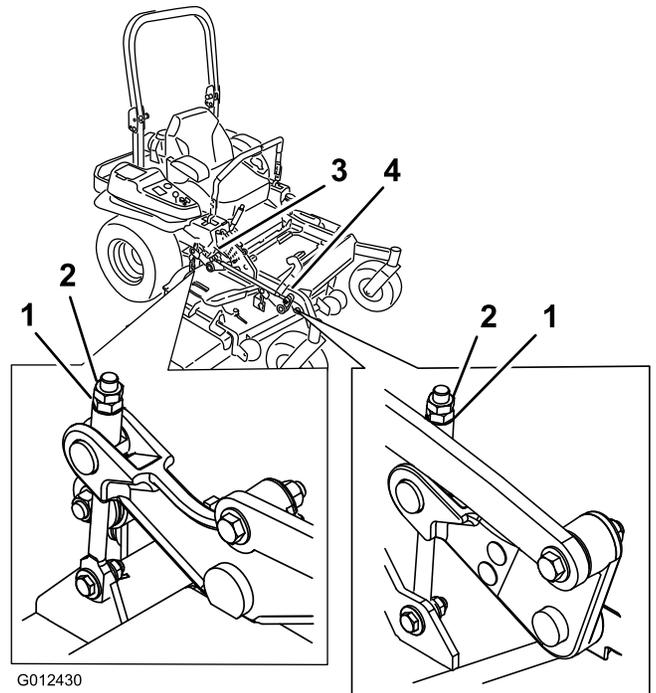

Figura 94
10. Para las carcasas de corte identificadas en Figura 94, gire la tuerca de ajuste del conjunto de elevación de la carcasa delantera para modificar la altura (Figura 94).
17. Gire la tuerca de ajuste del conjunto de elevación de la carcasa delantera para modificar la altura (Figura 94).